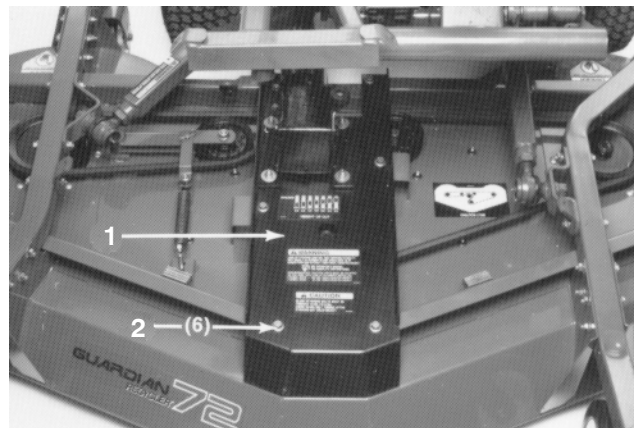

Fig. 22
3. Ta bort de huvudskruvar och muttrar som håller fast växellådsplattan på däckkanalerna (fig. 22). Lyft av växellådsplattan och växellådan från däckkanalerna och lägg dem ovanpå däckets.